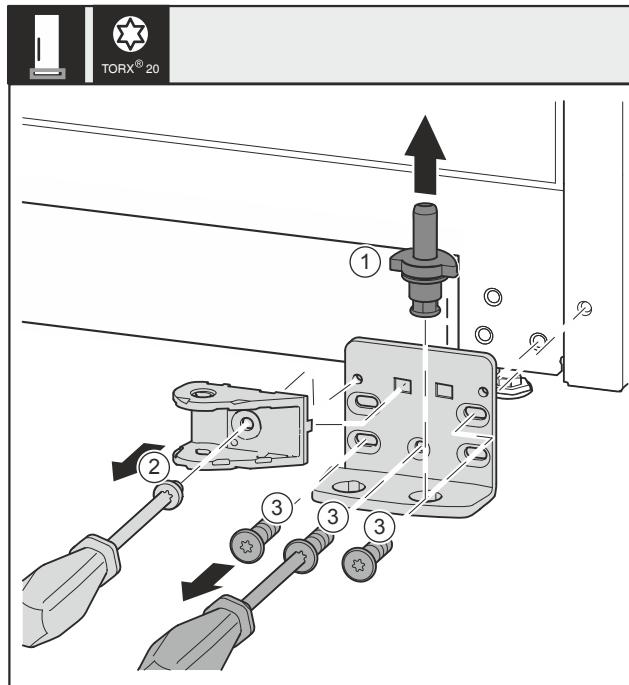

Fig. 32 \*
- Повністю витягніть опорний гвинт Fig. 32 (1) рухом вгору.\*
- Викрутіть гвинт Fig. 32 (2) за допомогою викрутки та зніміть з'єднувальний елемент демпфера.\*
- Викрутіть гвинти Fig. 32 (3) за допомогою викрутки та зніміть опорний кронштейн.\*